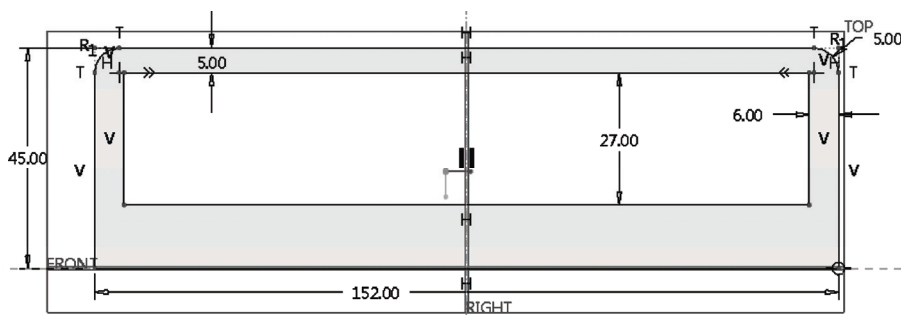

图 12-33 绘制拉伸截面
- 3) 绘制图 12-33 所示的拉伸截面，单击 （确定）按钮。